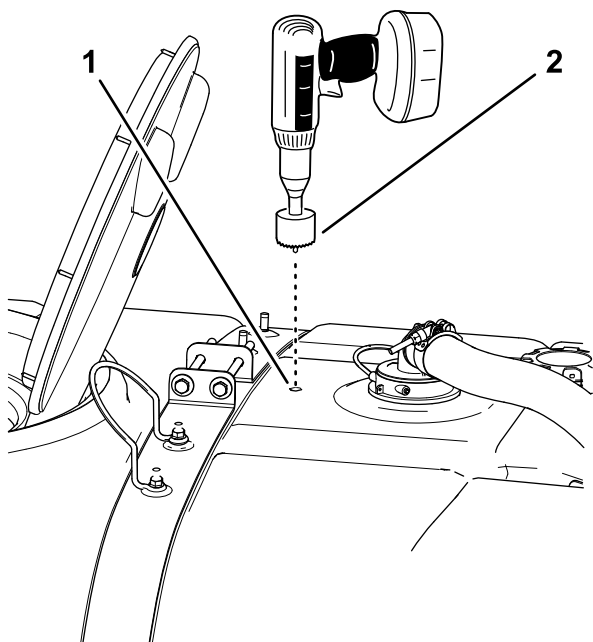

Figura 18
4. Utilize uma broca para fazer um furo — 4,5 cm na marca de perfuração (Figura 18).